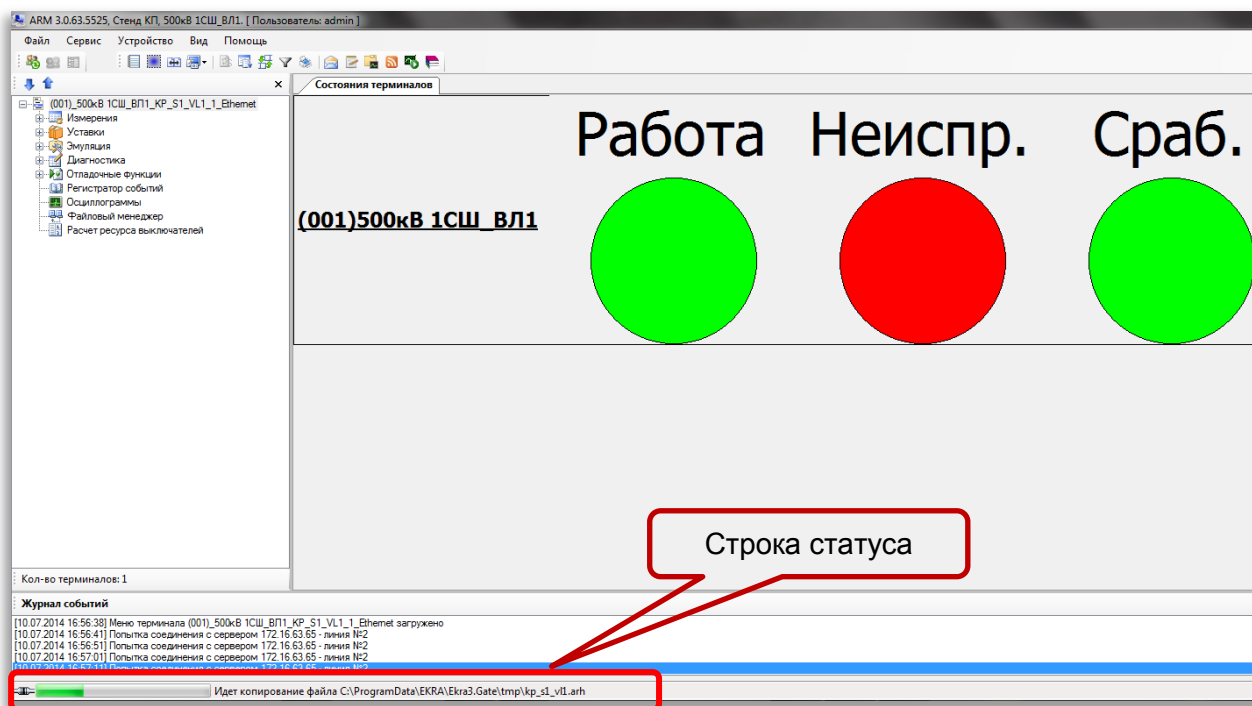

Рисунок 23 - Процесс копирования файла
6.6 Убедиться, что процесс загрузки запущен. Процесс контролируется в строке статуса (см. рисунок 23).